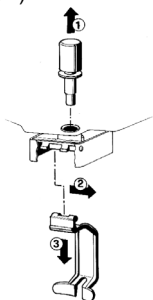

figura 4
8 **Rubinetto a gravità:** sfilare (1) il pistone e quindi smontare (2-3) la leva comando rubinetto (vedere figura 4).